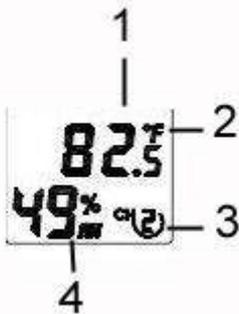

Abbildung 6
5. Temperatureinstellung: Um zwischen Fahrenheit und Celsius zu wechseln, müssen Sie Kanal 4 verschieben (siehe Abbildung 6).
8. Vergewissern Sie sich das der richtige Kanal, sowie die Temperatureinheit (Fahrenheit/Celsius) im Display angezeigt werden. (Siehe Abbildung 6)